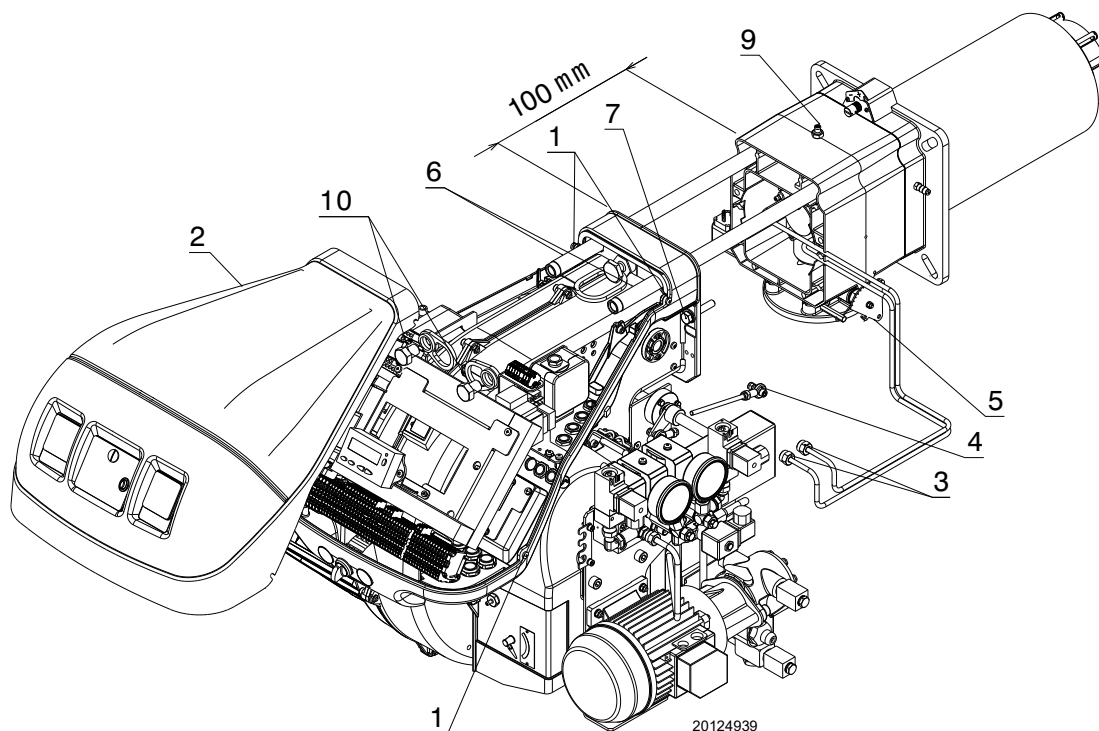

Fig. 52
- Slăbiți cele 4 șuruburi 1)(Fig. 52) și scoateți capota 2).
- Scoateți cele două extensii din ghidajele 6)(Fig. 52).